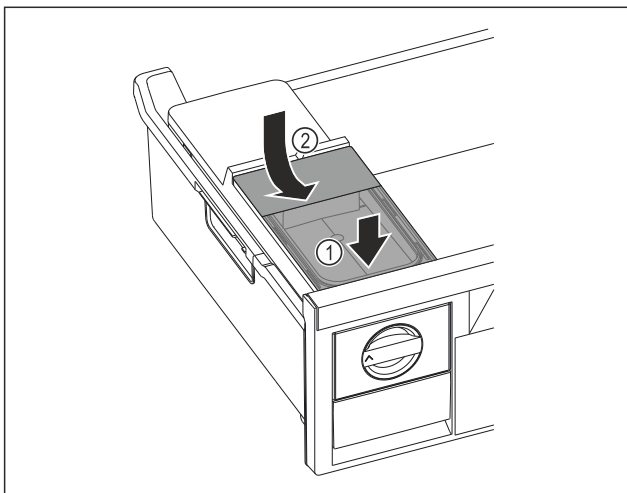

Fig. 165
- ▶ Установите бак для воды спереди. Fig. 165 (1)
- ▶ Опустить бак для воды сзади. Fig. 165 (2)